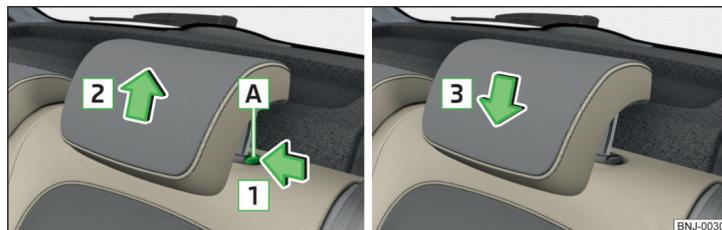

Fig. 56 Appuie-têtes : montage et démontage
- Appuyer sur la touche de sécurité **A** dans le sens de la flèche **1** et retirer les appuie-têtes dans le sens de la flèche **2** » fig. 56.